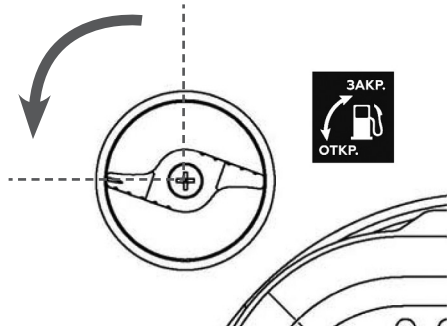

Рис. 26. Рычаг топливного крана
3. Откройте топливный кран. Для этого поверните рычаг топливного крана против часовой стрелки (влево) на 90° (Рис. 26).